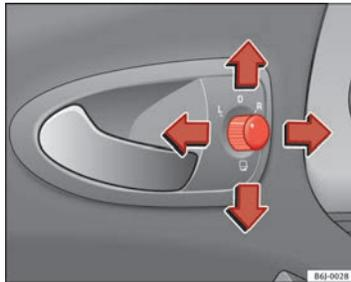

Abb. 67 Drehknopf für Außenspiegeleinstellung
1. Drehen Sie den Drehknopf  $\Rightarrow$  Abb. 67 zunächst in Stellung **L** (linker Außenspiegel).
- Drehen Sie den Drehknopf  $\Rightarrow$  Abb. 67 in Stellung  $\square$ , um die Außenspiegel anzuklappen. Sie sollten die Außenspiegel immer anklappen, wenn Sie eine automatische Waschanlage durchfahren, um Beschädigungen zu vermeiden.